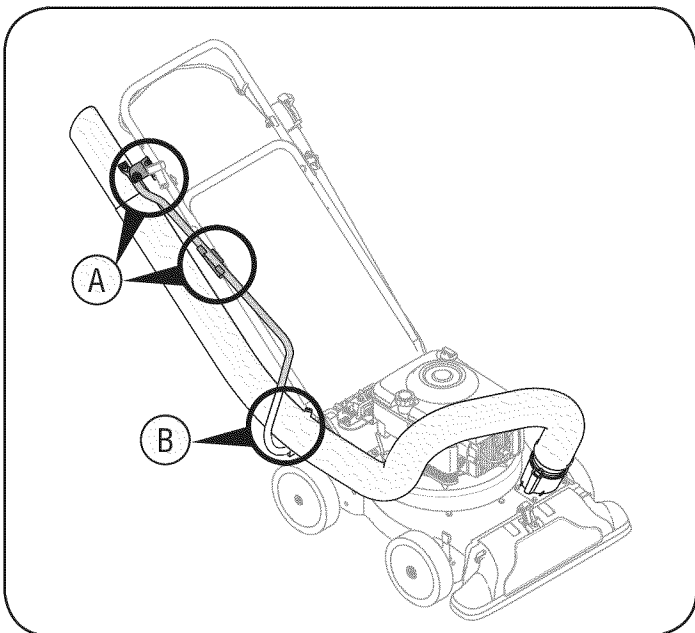

Figura 6
- Sitúe el caño de la manguera a final curvo de mango al canal de la cortadora. Vea la figura 6.